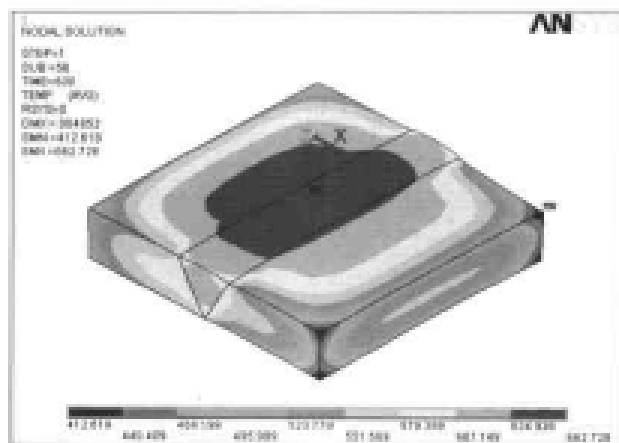

图 13-90 温度等值线图
(1) 选择 Main Menu | General Postproc | Read Results | Last Set 命令。
(2) 选择 Main Menu | General Postproc | Plot Results | Contour Plot | Nodal Solu 命令, 出现 Contour Nodal Solution Data 对话框, 选择 Nodal Solution | DOF Solution | Nodal Temperature, 单击 OK 按钮, ANSYS 显示窗口显示如图 13-90 所示的温度场分布等值线图。